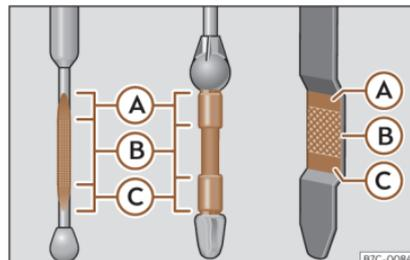

Fig. 197 Jauge d'huile moteur
- Puis retirez-la à nouveau et vérifiez le niveau d'huile» fig. 197 . Faites l'appoint d'huile moteur si nécessaire.
- Dès que le niveau d'huile atteint la zone » fig. 197 (B), revissez soigneusement le bouchon de l'orifice de remplissage » ⓘ.
Ne démarrez pas le moteur si le niveau d'huile se trouve au-dessus de la zone » fig. 197 (A). Risque d'endommagement du moteur et du catalyseur ! Prenez contact avec un atelier spécialisé.
Le niveau d'huile ne doit en aucun cas dépasser la zone » fig. 197 (A). Sinon, de l'huile risque d'être aspirée par l'aération du